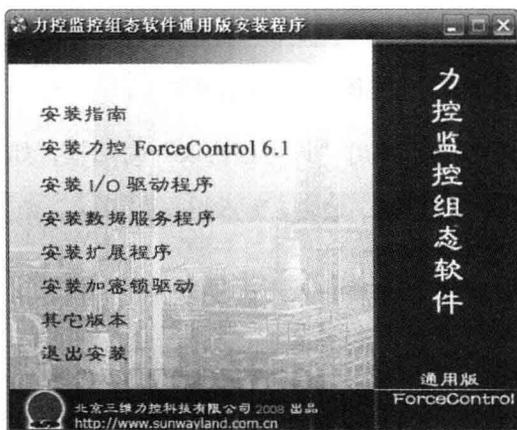

图 1-3 安装界面
(1) 启动计算机。
(2) 将力控组态软件的光盘放到计算机的光驱中, 系统会自动启动 setup. exe 安装程序, 如图 1-3 所示。(注: 也可运行光盘中的 setup. exe 启动安装程序)